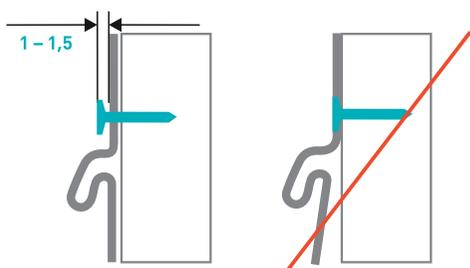

РИСУНОК 5
- Не крепите сайдинг слишком плотно к обрешетке! Не зажимайте саморезы до конца! Оставьте зазор приблизительно 1 – 1,5 мм (рисунок 5) между шляпкой самореза и виниловой панелью. Это необходимо для свободного расширения-сжатия и предотвращения коробления обшивки.